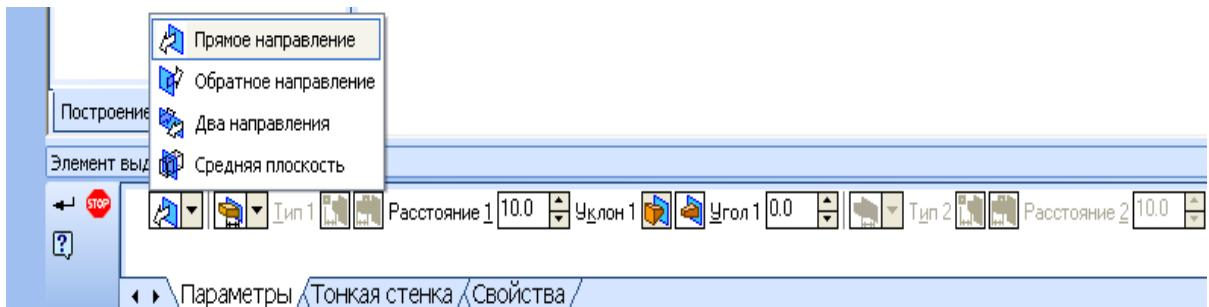

Рис. 3.41. Установка параметров выдавливания в панели Свойств
4. Устанавливают параметры выдавливания на панели Свойств (рис. 3.41).